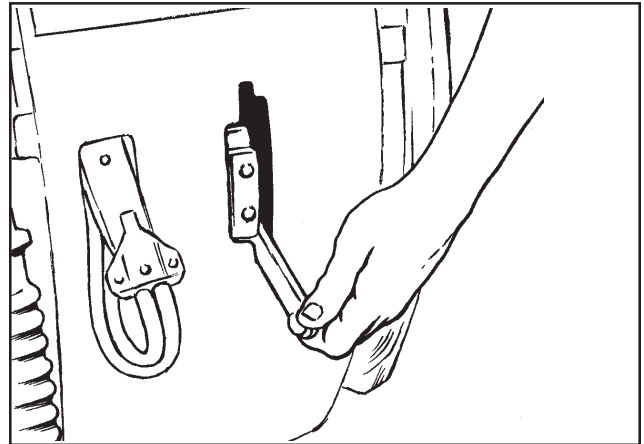

Figure 4
**Interrupteur du moteur d'aspiration (figures 4 et 5, page 11)**
### Levier de relevage du suceur (figures 4 et 5)